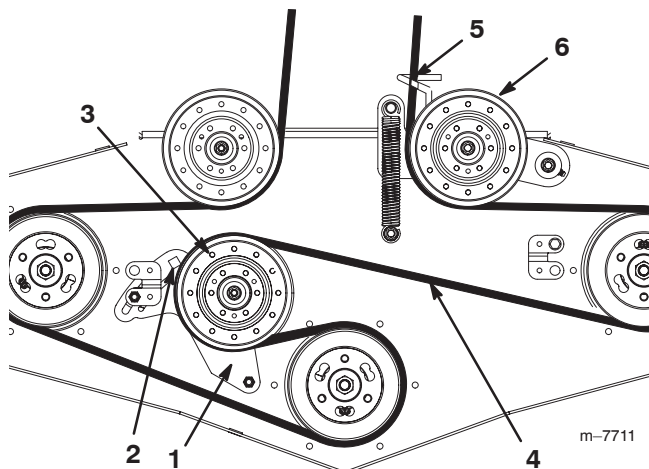

Figure 57
4. Desserrez le bras de la poulie de renvoi fixe pour détendre la courroie sur la poulie (Fig. 57).
6. Passez la courroie neuve dans le guide-courroie et sur les poulies (Fig. 57).